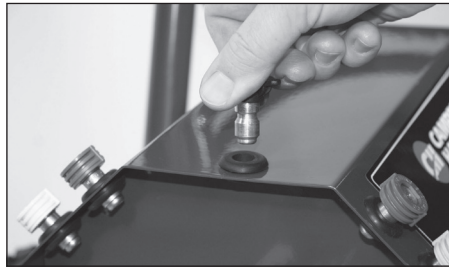

Figura 11 - Inserte las boquillas de pulverización en el soporte
3. Introduzca las boquillas de conexión rápida en los soportes de goma en la parte frontal del letrero (Ver Figura 11).